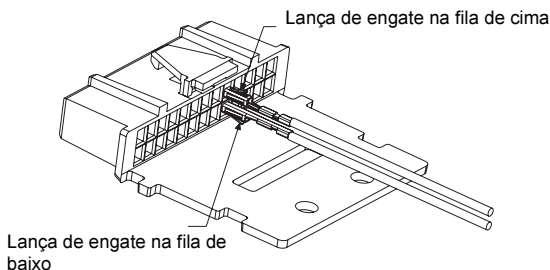

Figura 3. Orientação de Terminais
3. Insira o fio do cabo com o terminal de contacto no pino n.º23 da ficha acessória conforme mostrado na *Figura 3*.